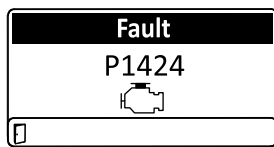

Figura 53
- Advertencia del motor (Figura 53)